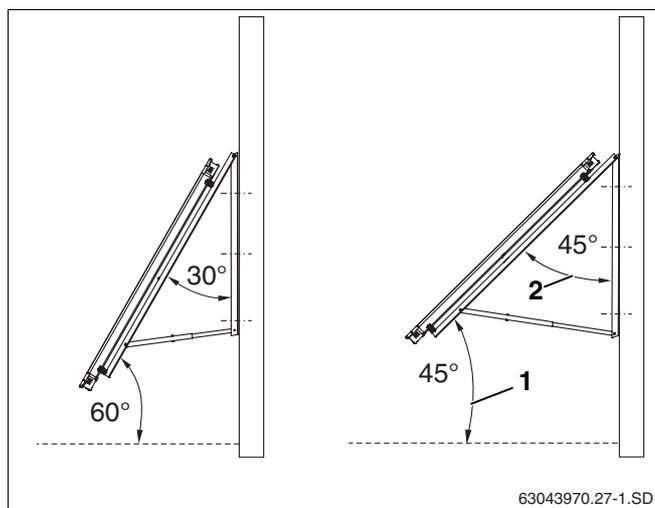

Fig. 10 Angle d'inclinaison par rapport à l'horizontale du capteur sur une façade
- L'angle d'inclinaison du capteur par rapport à l'horizontale (fig. 10, **pos. 1**) doit être compris entre 45° et 60° (l'angle d'inclinaison du capteur par rapport au toit fig. 10, **pos. 2** devant se situer entre 30° et 45°).